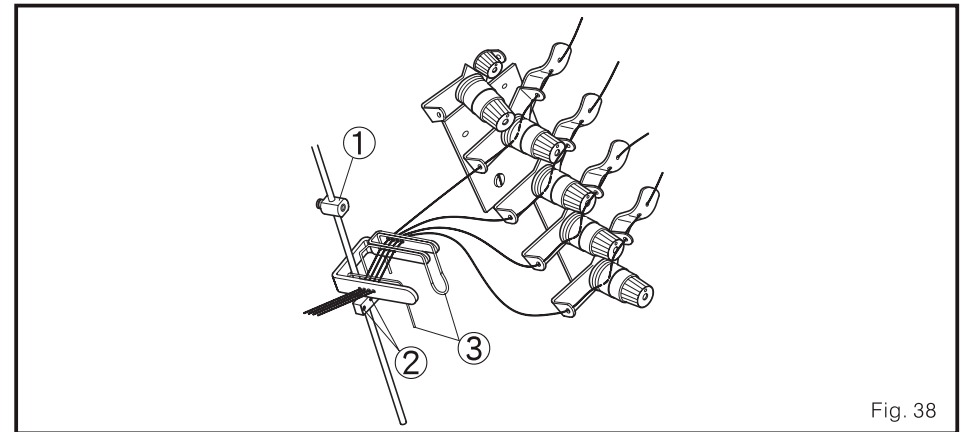

Fig. 38
1. Quando a barra guia conector do equipamento de controle de fio não estivesse operativo, e.j. o ponto morto superior, do fio de agulha e o fio do bucleador não deva vira como na Fig. 38